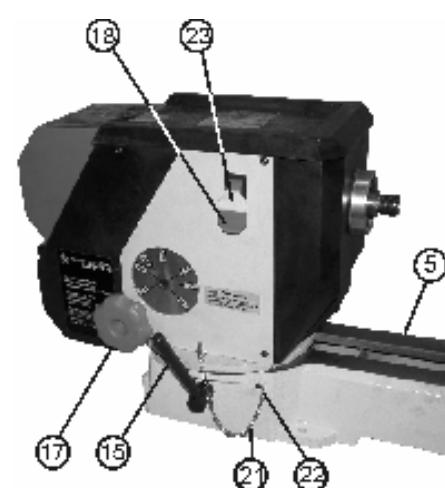

Рис.5
8.3. (Рис.5) Установите машину прямо. Установите фиксирующую ручку (15) на эксцентриковый вал. Прикрепите цепь (21) совмещающего штифта (14) к станине (5) винтом (22). Установите переднюю бабку так, чтобы шпиндель был направлен в противоположный конец станины. Вставьте совмещающий штифт (14) через нижнюю часть передней бабки (1) в станину (5). Установите переднюю бабку в нужную позицию путем поворота ручки фиксации по направлению вперед. Закрепите Диск регулировки частоты вращения шпинделя передней бабки (17) с помощью шайбы и винта.
### 10.1. СЕТЕВОЙ ПЕРЕКЛЮЧАТЕЛЬ ВКЛЮЧЕНИЯ-ВЫКЛЮЧЕНИЯ (Рис.5)